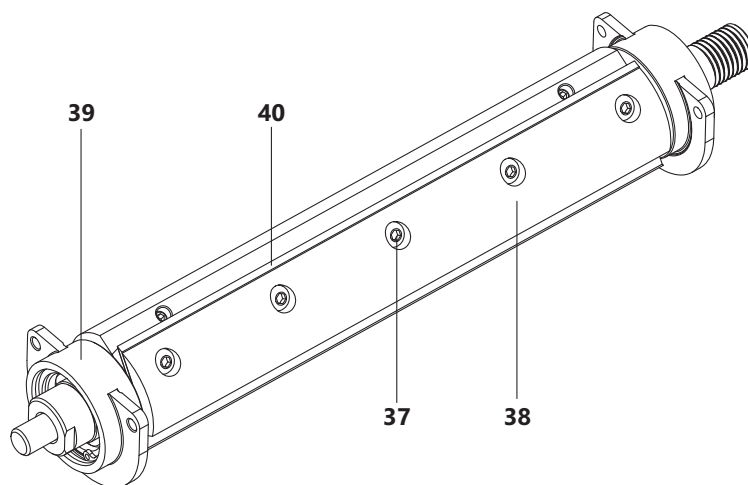

Рис. 19 Конструкция ножевого вала
Проверку крепления строгальных ножей производят подтягиванием ключом зажимных винтов 37 (рис. 19).
- освободить нож 40, отвинтив зажимные винты 37 до состояния свободного перемещения (рис. 19) с помощью шестигранного ключа 17 (таблица 2);
- закрепите нож 40, закручивая зажимные винты 37 (рис. 19).